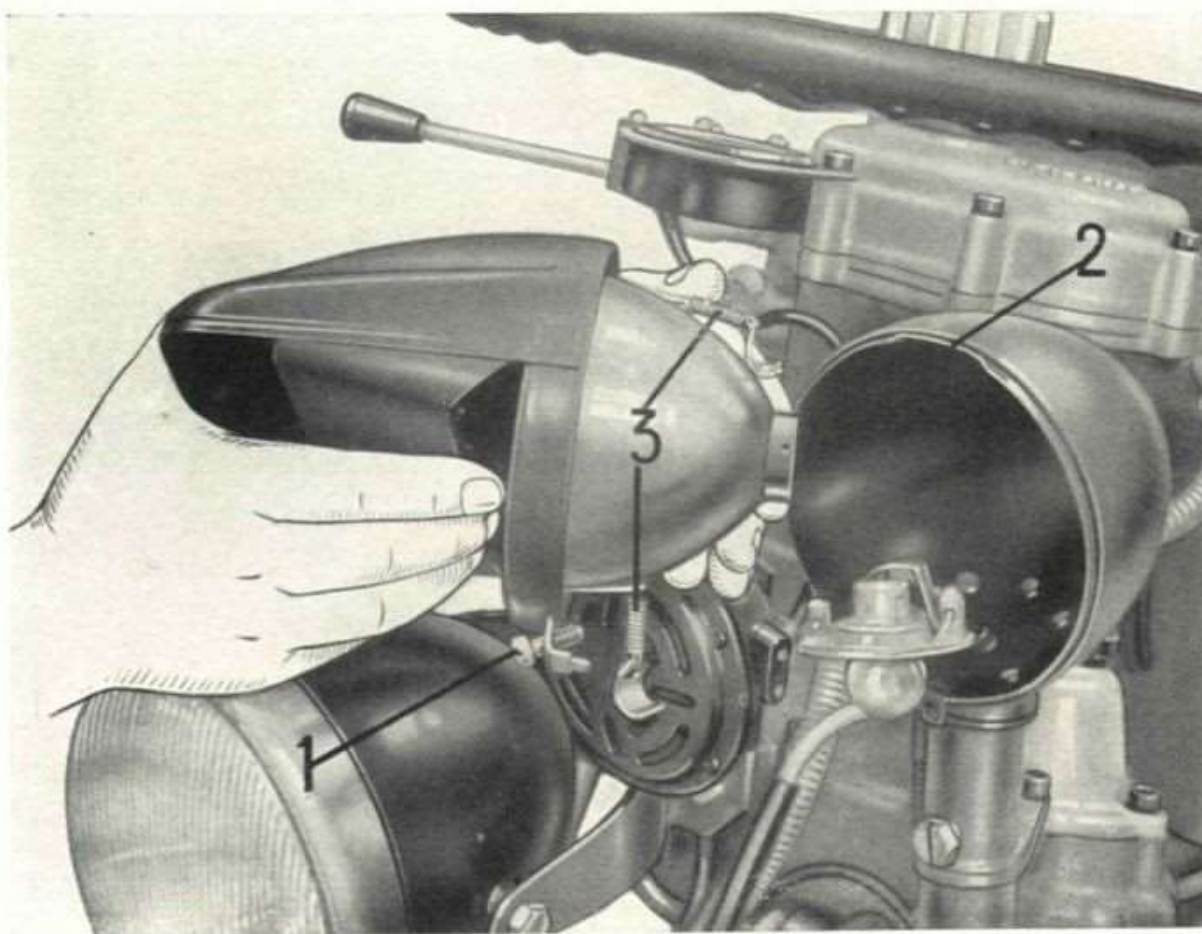

Fig. 45. - Proiettore per luce oscurata.
Per aprire il proiettore, in caso di sostituzione della lampada, occorre allentare la vite (1) di fig. 45. Tirare quindi la cornice del proiettore dalla parte inferiore in modo da sfilare la cornice dall'orecchia superiore (2 di fig. 45).
Per sostituire la lampada occorre sganciare i due tiranti a molla (3 di fig. 45) che fissano il supporto, indi sfilare il supporto stesso e da questo la lampada che è fissata mediante innesto a baionetta.